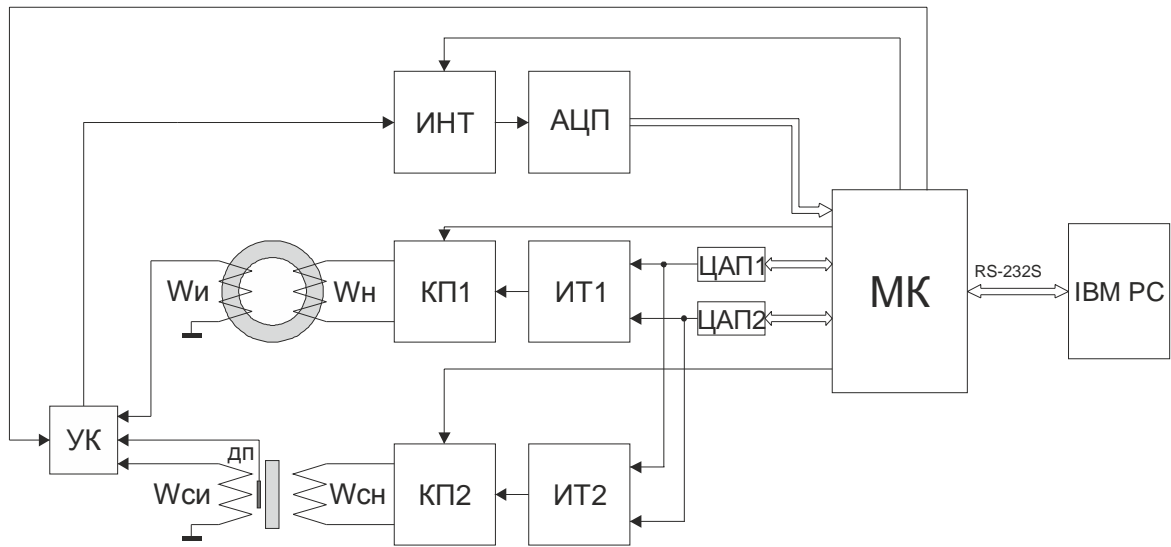

Рис. 1 Функциональная схема установки МК-3Э
1.4.2 Функциональная схема установки приведена на рис.1.
На рис.1 приняты обозначения: